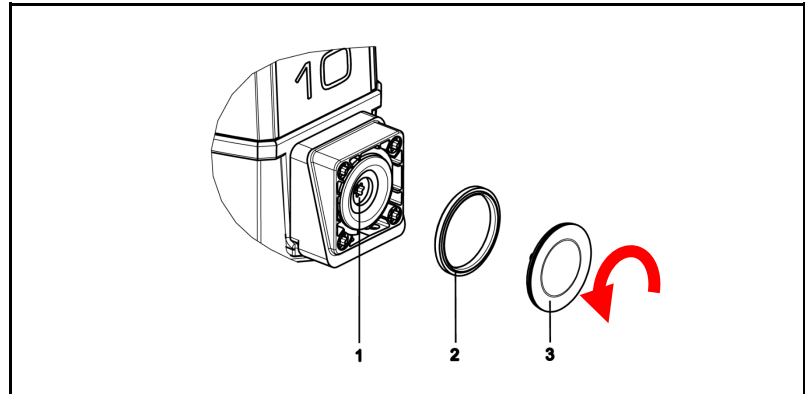

Fig. 56: Remplacer la membrane de travail
3. Soulever la membrane de travail (3) par les bords opposés, la saisir et la dévisser dans le sens inverse des aiguilles d'une montre (voir la flèche dans Fig. 56)